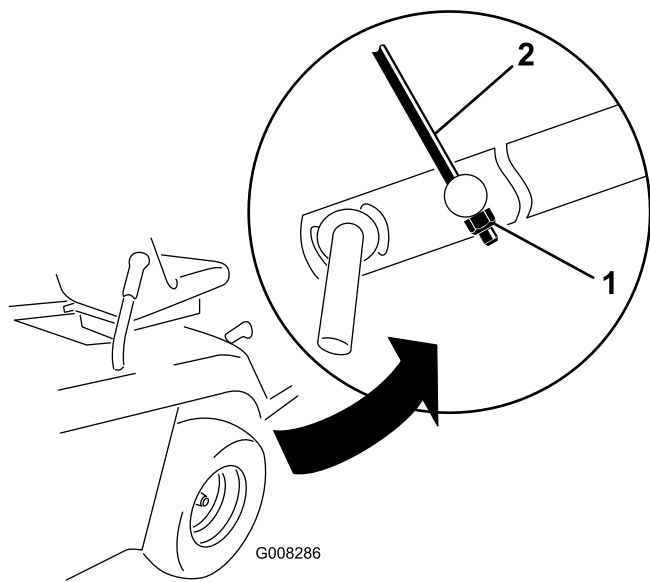

Bild 43
- Stellen Sie die M8-Sicherungsmuttern am Ende der Höheneinstellungsstange so ein, dass die Stange etwas angespannt ist (Bild 43).